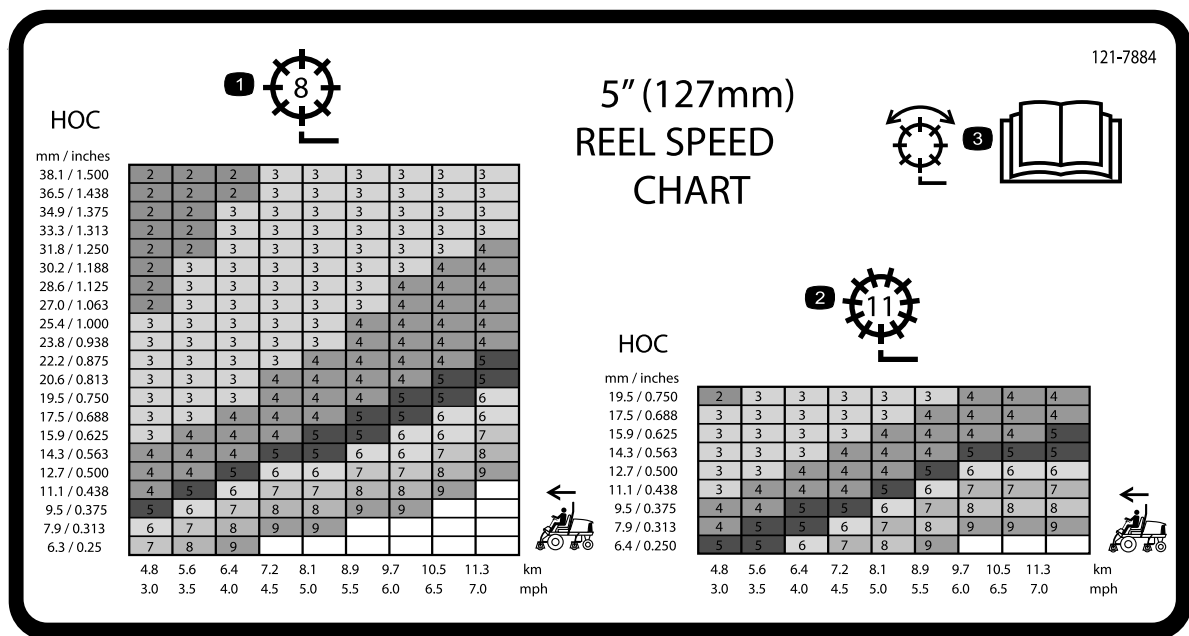
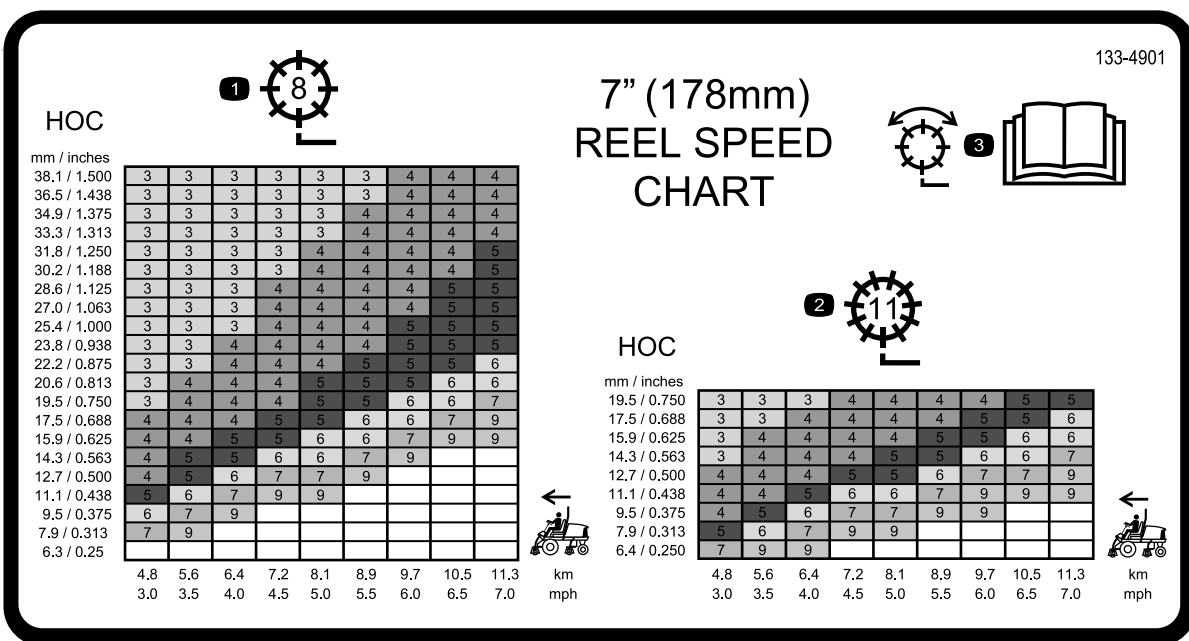

图 30
图 31
3. 使用滚刀速度图标贴 图 30 和 图 31 上的图表确定适当的滚刀速度设置。